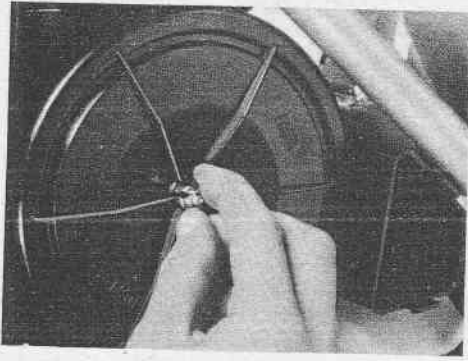

Fig. 29 - Cassetta aspirazione
- Svitare il dado ad alette (Fig. 29) ed estrarre il coperchietto.